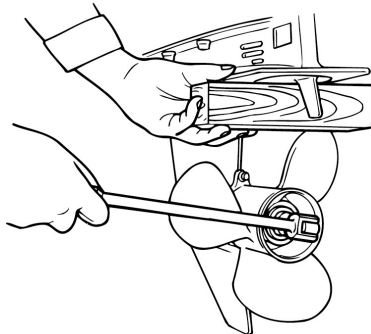

Рис. 58 Фиксация гребного винта с помощью деревянного бруска
2. Поместите деревянный брусок между винтом и антикавитационной пластиной чтобы предотвратить вращение гребного винта (Рис. 58).
3. Чтобы предотвратить вращение гребного винта поместите деревянный брусок между винтом и антикавитационной пластиной (Рис. 58) и затяните гайку гребного винта.